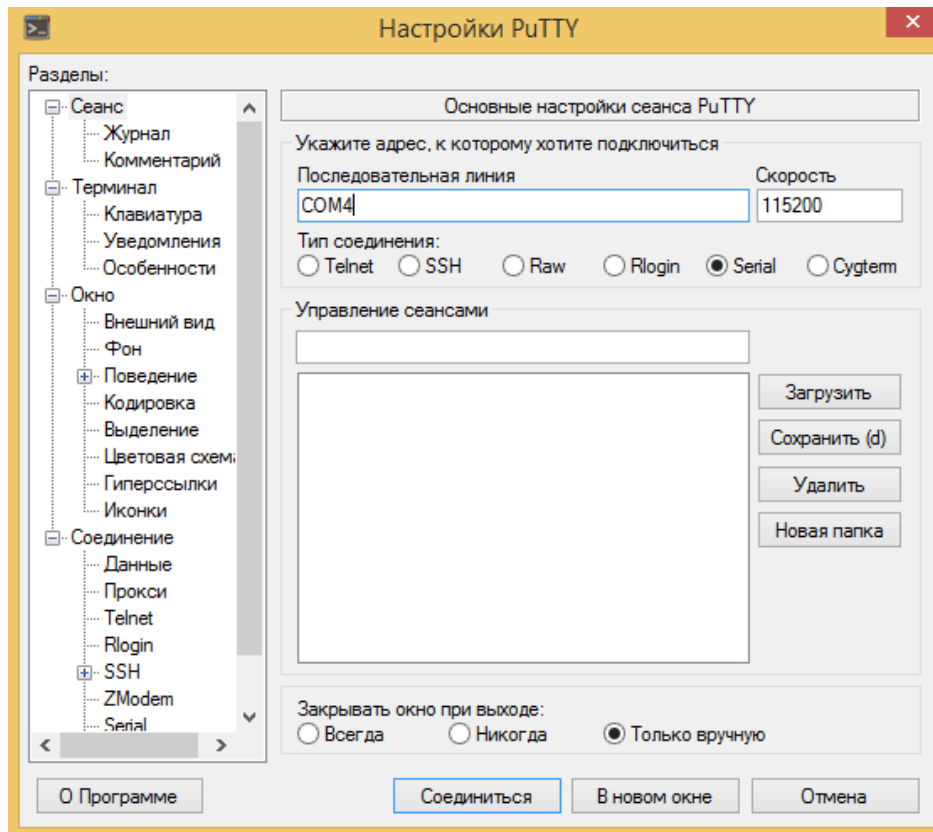

Рисунок 4
- 2.2.2. На ЭВМ запустить программный пакет «PuTTY», указать тип соединения «Serial», в поле «Скорость» ввести значение «115200», в поле «Последовательная линия» ввести «COM4» согласно примеру, представленному на рис. 4 (номер в поле после записи «COM» следует указывать такой же, как определяется в диспетчере устройств при выполнении п. 2.2.1.).